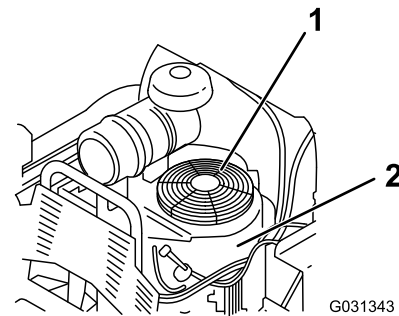

Figura 75
3. Retire la rejilla de entrada de aire y la carcasa del ventilador (Figura 75).
5. Instale la rejilla de entrada de aire y la carcasa del ventilador (Figura 75).